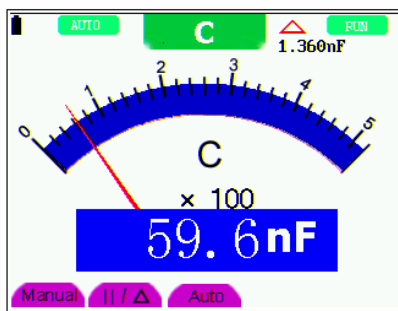

Рис. 32: Относительные измерения
2. Нажимайте AUTO SET – до появления на дисплее символа «С» (см. рис. 32).